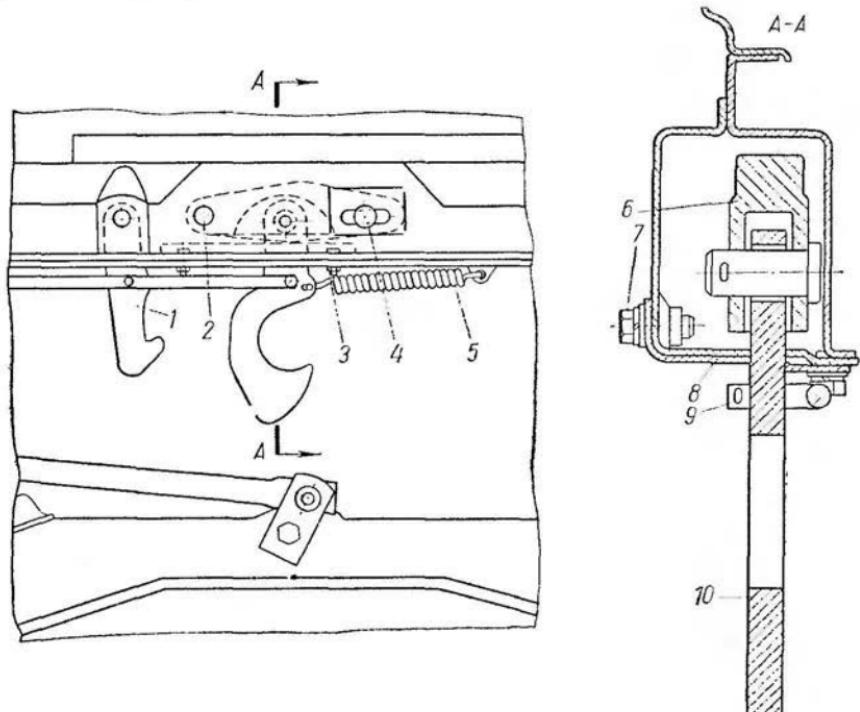

Рис. 166. Замена фиксатора с запорным крюком:
Вынуть шплинты крепления тяги 9 (рис. 166) к запорному 10 и предохранительному 1 крюкам.
**Регулировка положения запорного крюка.** Положение запорного крюка на кабине регулируют изменением положения фиксатора 6 (см. рис. 166) относительно прорези 5 (рис. 167) на кабине. Отверстия 1 и 2 — установочные отверстия фиксатора 7 крюка 6 при установке его на заводе.
Вынуть шплинты крепления тяги 9 (см. рис. 166) крюков к запорному 10 и предохранительному 1 крюкам.